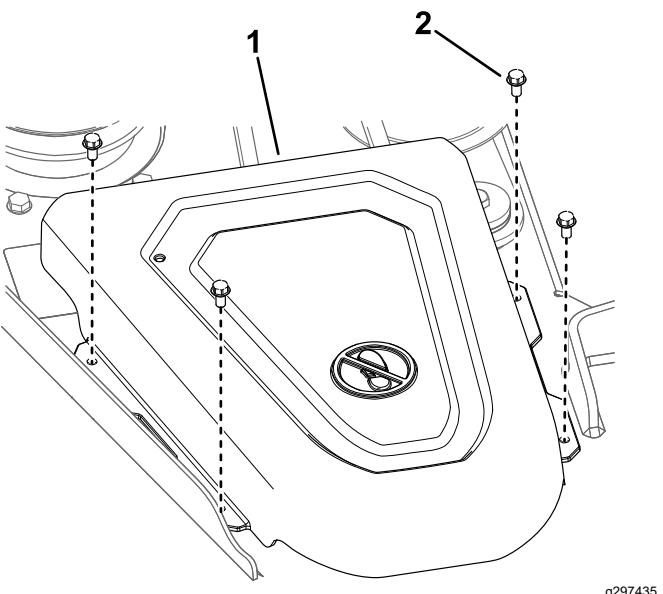

Figura 60
5. Retire as coberturas da polia (Figura 60).